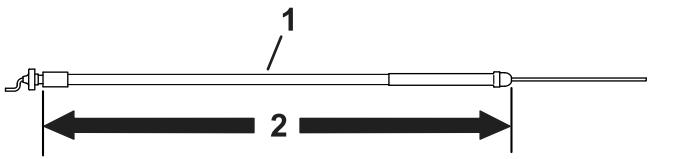

Рисунок 7
- Используйте трос дроссельной заслонки длиной 158,3 см для тяговых блоков всех моделей, кроме модели 04056; см. Рисунок 7.